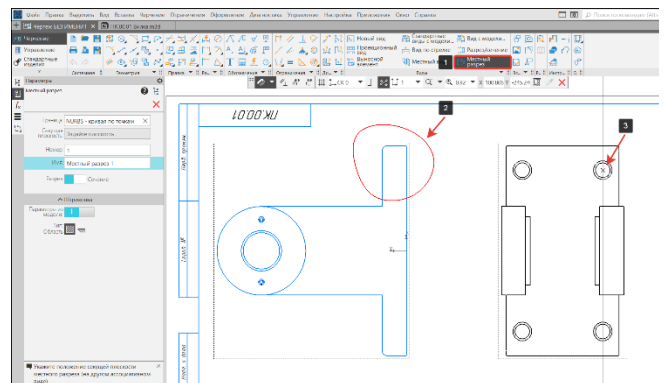

Рисунок 209 – Команда Местный разрез
- В панели Виды выберем команду Местный разрез (1) (Рисунок 209);
- Выберем замкнутый контур, ограничивающий местный разрез (2) (Рисунок 209);
- Перенесем курсор в центр отверстия на соседнем проекционном виде (3), на нем появится фантом следа секущей плоскости (Рисунок 209). Фантом представляет собой прямую линию и показывается в графической области, когда курсор проходит над другим не опорным видом, если плоскость проекций этого вида перпендикулярна плоскости проекций опорного вида;